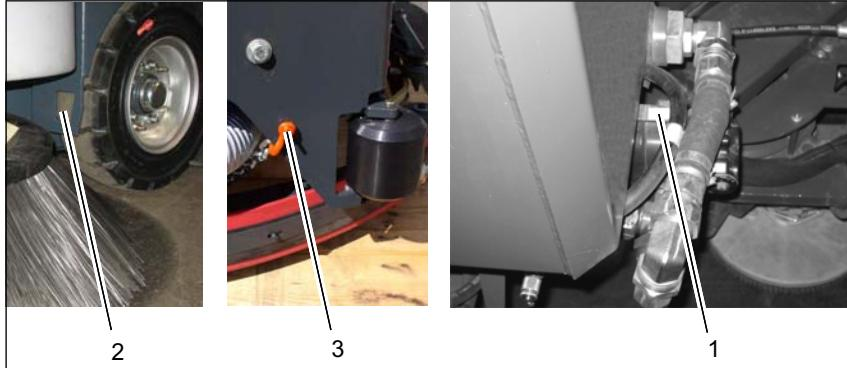

Abb.2
Beide Vorderseiten der Radkästen sind mit einer Öffnung (Abb. 2/2) versehen, die zum Festgurten des vorderen Maschinenteils vorgesehen ist. Den hinteren Maschinenteil mit einem Haken oder einer Öse (Abb. 2/3) sichern.
3. Den Hebel (Abb. 2/1) des Bypassventils im Uhrzeigersinn um 90° drehen.